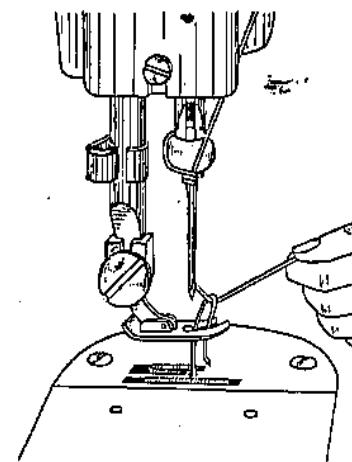

Abb. 9
2. Maschine am Handrad langsam drehen, bis der Unterfaden in Schlingenform aus dem Stichplatten-Nadelloch nach oben kommt (Abb. 9).